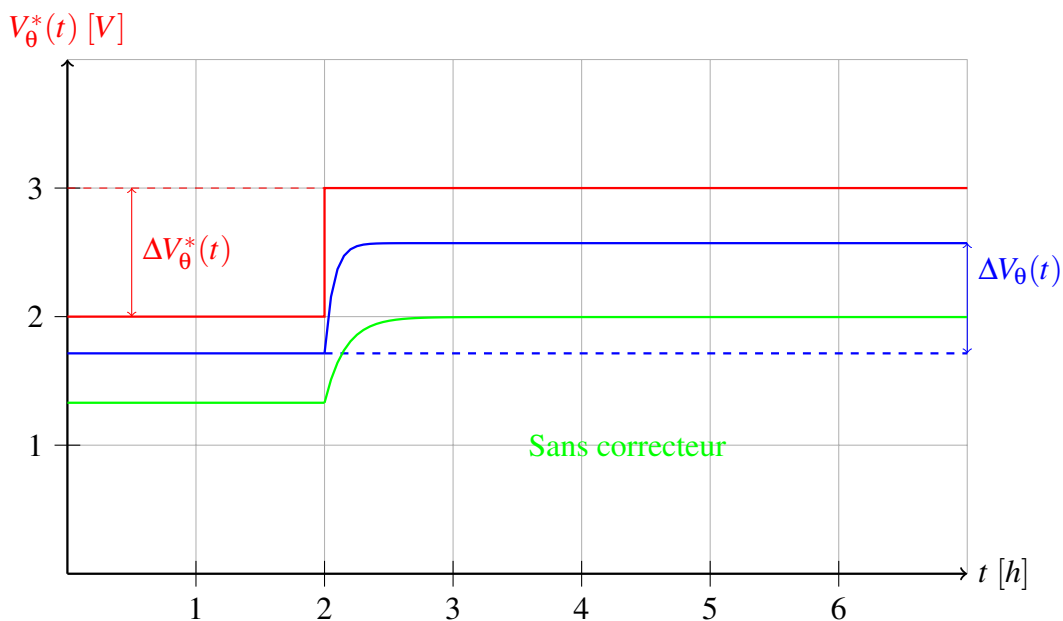

FIGURE 7 – Réponse du système en boucle fermée à un échelon de la température de consigne avec un correcteur proportionnel de gain 3
Il est alors possible de tracer la réponse du système au même échelon de consigne que précédemment (FIGURE 7). La réponse au même échelon de consigne pour un système non corrigé est aussi représentée en vert sur la figure.
- Il est possible de remarquer sur la FIGURE 7 que l'utilisation d'un correcteur proportionnel permet d'améliorer la dynamique de l'asservissement et de diminuer l'erreur statique (le gain de la boucle ouverte étant plus élevé). Théoriquement, un gain infini permettrait d'obtenir un temps de réponse et une erreur statique nuls. Cependant, il faut tenir compte des constantes de temps du système à asservir.